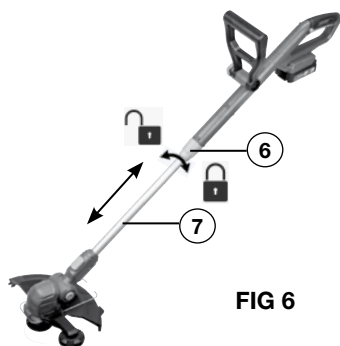

FIG 6
### AJUSTE DE LA ALTURA (FIG 6)
Para ajustar la altura de la recortadora, Afloje el acoplador del poste (6) girándolo en sentido horario, como se muestra en la FIG 6. Mueva el poste (7) hacia arriba o hacia abajo a la altura deseada y luego apriete el acoplador girándolo en sentido antihorario.